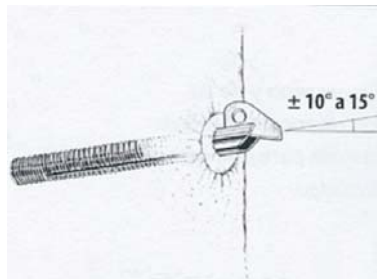

Figura 71.
2. Los pitones que se meten a martillazos (“snarg”), tienen una rosca con un relieve poco marcado; colócalos siempre con una inclinación convencional de 10 a 15° contra el posible tirón (Figura 71).